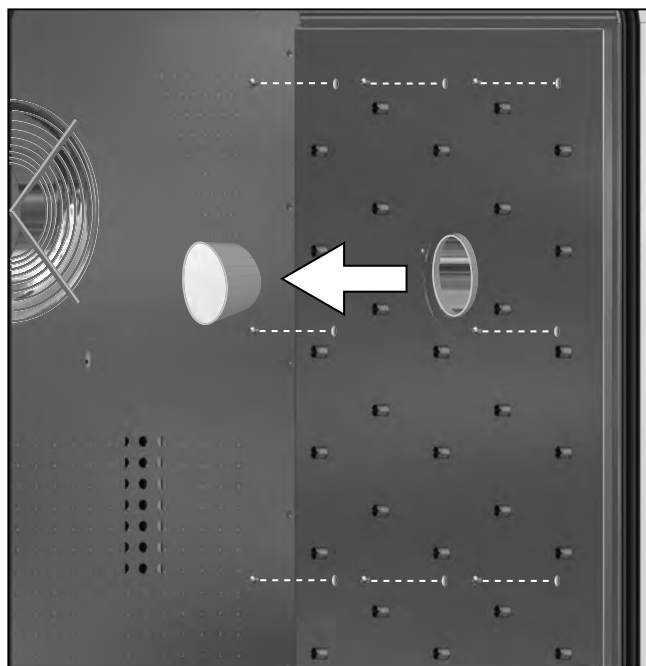
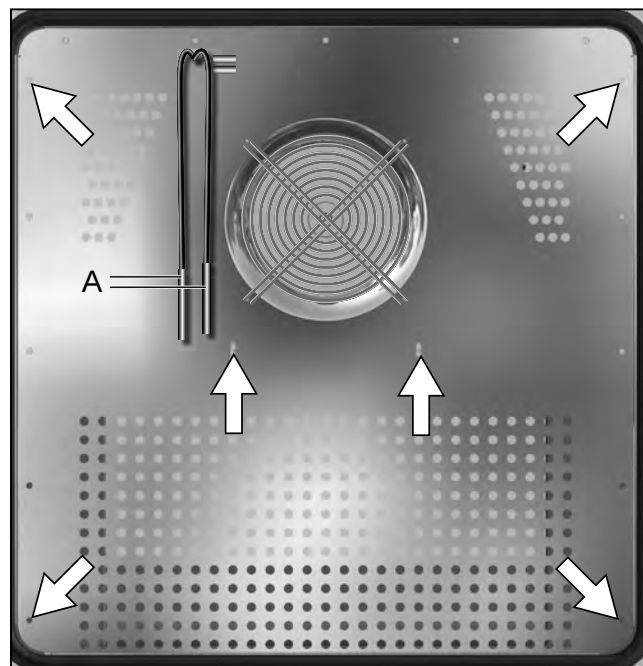

Fig. 36
Fig. 37
1. rimuovere il tappo in silicone, svitare le 8 viti a testa esagonale di ciascun pannello destro e sinistro e rimuovere i pannelli (Fig. 36).
2. Estrarre i sensori di temperatura dai rispettivi supporti e lasciarli pendere (Fig. 37, A).
3. Smontare il pannello posteriore della camera svitando le 4 viti agli angoli e le 2 viti sotto il ventilatore, ed estrarlo sfilandolo trasversalmente (Fig. 37). Fare attenzione a che i sensori di temperatura passino attraverso la fessura del pannello e restino all'interno della camera.
5. Terminata l'operazione di pulizia riposizionare il pannello posteriore reinserendolo sempre trasversalmente nella camera. Introdurre i due sensori di temperatura attraverso la fessura posta nella parte superiore del pannello (Fig. 37, A).
7. Ricollocare i sensori di temperatura (A) nei rispettivi supporti.
8. Riposizionare i pannelli laterali destro e sinistro e fissare ciascuno con 8 viti (Fig. 36). Rimettere a posto il tappo in silicone.